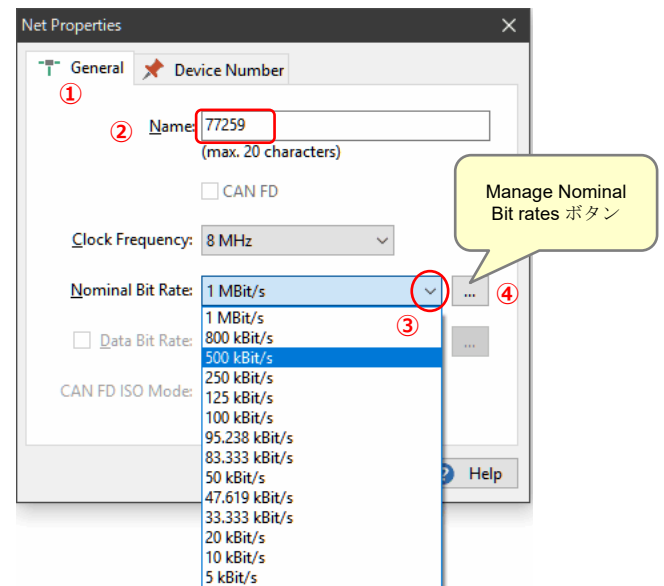

図 3.1-2
Net Properties ウィンドウ（General タブ）が開きます（図 3.1-2 ① 参照）。
Name: に任意の名前を入力します（図 3.1-2 ② 参照）。
Nominal Bit Rate: の右のドロップダウン（v）をクリックし、ボーレートを selects します（図 3.1-2 ③ 参照）。
上記以外のビットレートを設定したい場合は、Manage Nominal Bit rates ボタン（図 3.1-2 ④ 参照）を押して表示される Manage Bit Rates ウィンドウで設定します。「3.2 詳細な設定」を参照してください。